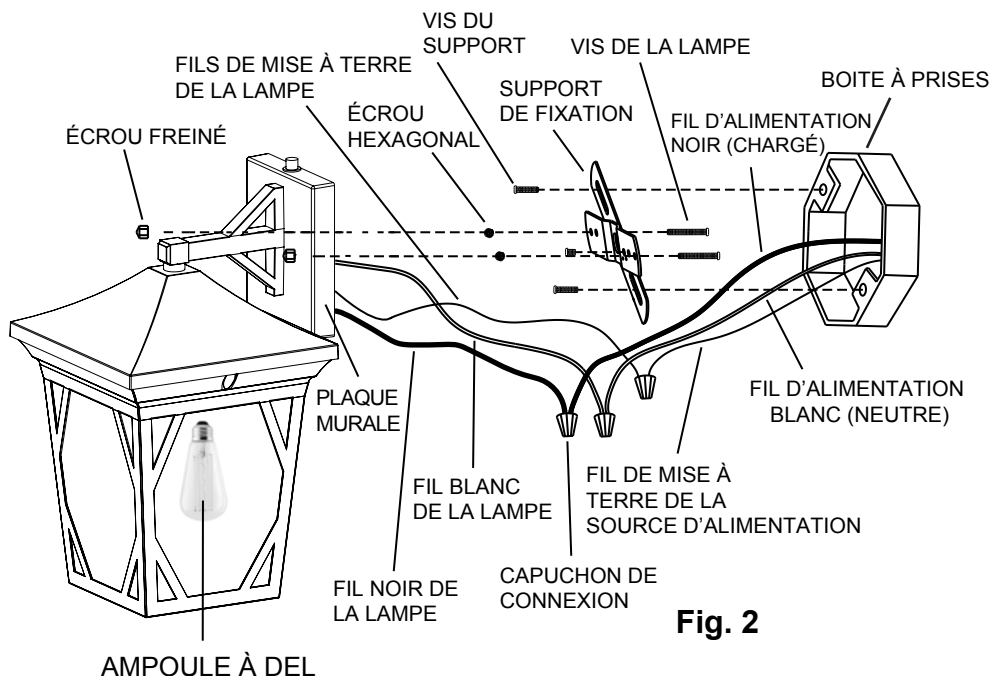

Fig. 2
2. Installer les VIS DE LA LAMPE dans les trous du SUPPORT DE FIXATION, puis les ÉCROUS HEXAGONAUX, sur les VIS DE LA LAMPE, comme illustré (fig. 2). Ne pas serrer les ÉCROUS HEXAGONAUX à cette étape.
3. Sortir les fils d'alimentation de la BOÎTE À PRISES, puis installer le SUPPORT DE FIXATION sur la BOÎTE À PRISES à l'aide des VIS DU SUPPORT (fig. 2).
4. Dénuder l'extrémité de chaque fil de la BOÎTE À PRISES sur environ 6 mm (¼ po). Soulever le CORPS DE LA LAMPE au mur en rapprochant la PLAQUE MURALE de la BOÎTE À PRISES. Raccorder les fils suivants avec les CAPUCHONS DE CONNEXION (fig. 2) :
7. Placer les VIS DE LA LAMPE de sorte qu'elles dépassent la PLAQUE MURALE de 6 mm ($\frac{1}{4}$ po). Retirer la PLAQUE MURALE, puis fixer les VIS DE LA LAMPE en serrant les ÉCROUS HEXAGONAUX sur le SUPPORT DE FIXATION (fig. 2).
8. Insérer délicatement tous les FILS et les CAPUCHONS DE CONNEXION dans la BOITE À PRISES. Remettre la PLAQUE MURALE sur les VIS DE LA LAMPE, puis la fixer à l'aide des ÉCROUS FREINÉS (fig. 2).